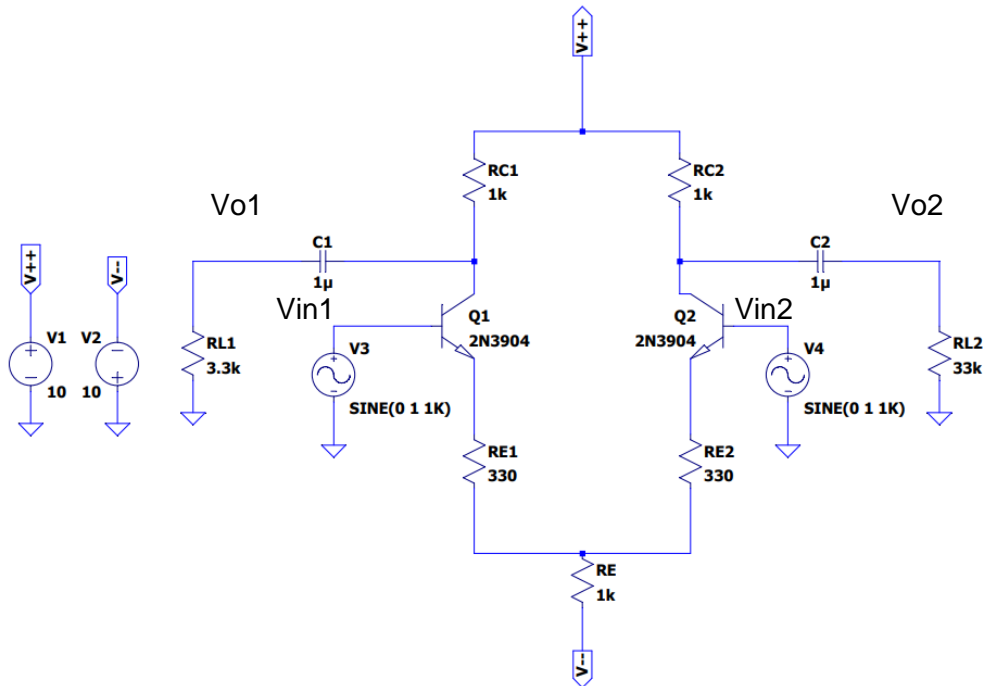

Figura 2. Amplificador con entradas en modo común
4.3 Para el circuito de la Figura 2 obtener:
- 7.3 Simular el circuito de la Figura 2 empleando una fuente de corriente constante. Observar las señales de entrada y salida.